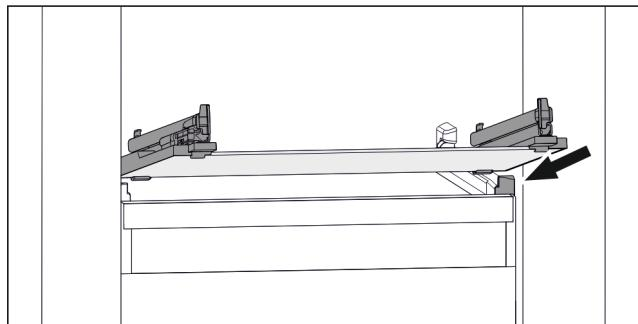

Fig. 66 Příklad znázornění skleněné desky
- ▶ Nasadte skleněnou desku šikmo za zárážky. (viz Fig. 66)